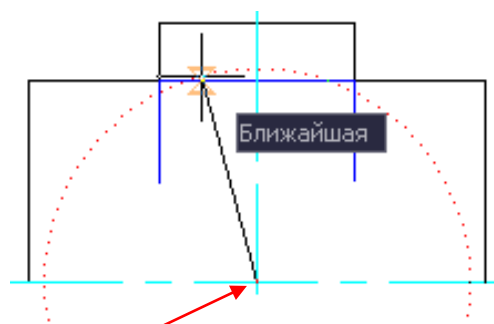

Рис. 3.19
**Шаг 2.** Из точки пересечения осей построить вспомогательную окружность произвольного радиуса, пересекающую образующие обоих цилиндров, как показано на рис. 3.19.